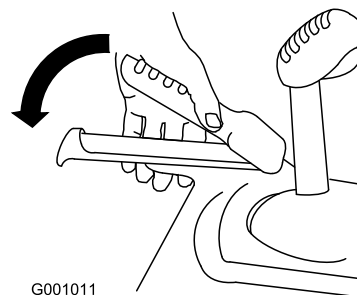

Bild 28
1. Drücken Sie zum Einkuppeln des Fahrtriebs den linken Hebel (Fahrtrieb) zum Handgriff (Bild 28).